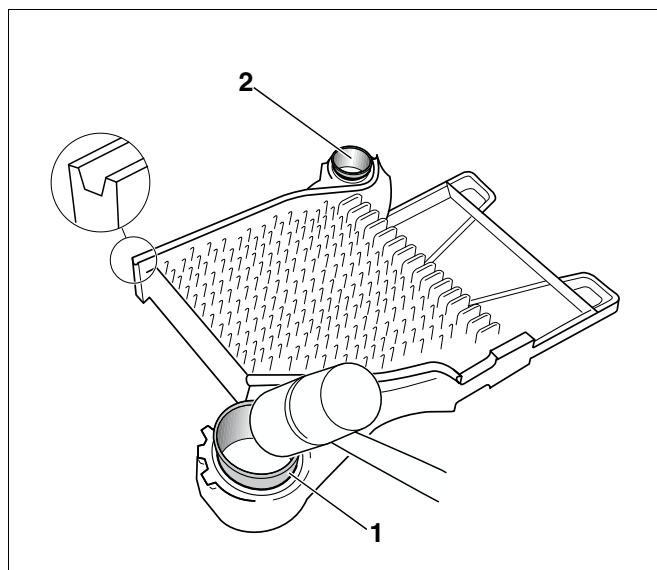

Рис. 8 Установка nipple
- Вставить nipple (рис. 8, поз. 1 и 2) в ступицы конечной секции и забить их молотком сильными ударами крест-накрест.
- После забивания верхний (рис. 8, поз. 1) и нижний (рис. 8, поз. 2) nipple должны выступать из ступицы примерно на 30 мм.
- При образовании заусенцев на nippleх (рис. 8, поз. 1 и 2) удалить их напильником.